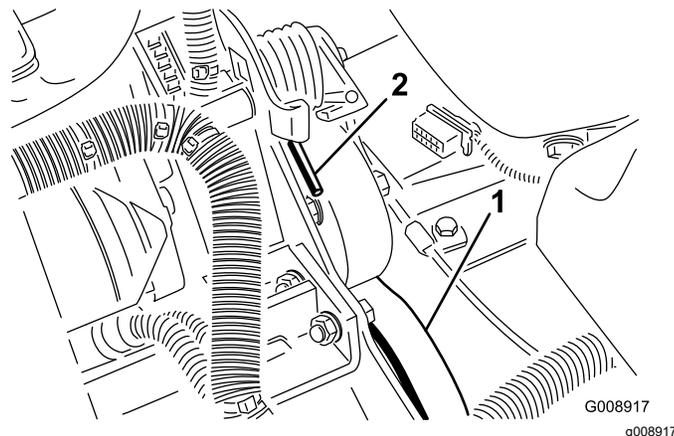

Figura 76
2. Empurre a mola para a frente e para trás (**Figura 76**) para a desprender do apoio e libertar a tensão da mola.